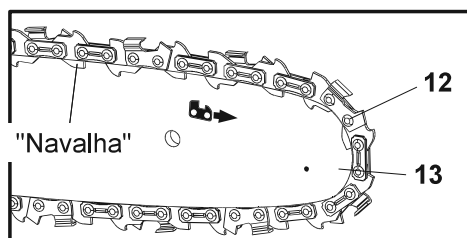

Fig. 2
4. Estique a corrente (12) com os rebordos de corte voltados no sentido de rotação.
Deslize a corrente (12) para dentro da ranhura em torno da guia (13). Certifique-se de que a corrente (12) está instalada no sentido de rotação correto (Fig. 2).